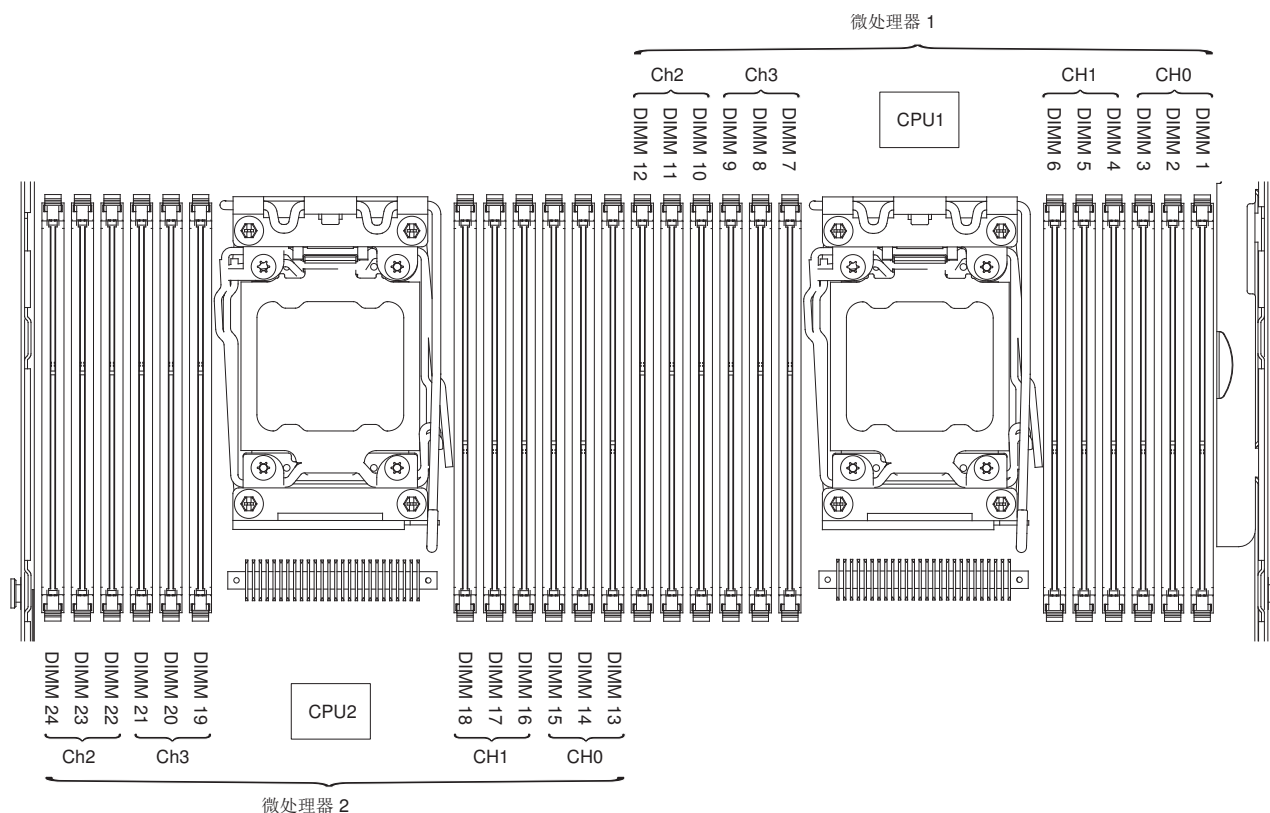

图 76. 主板上 DIMM 插槽的位置
- SAN Volume Controller 2145-DH8 节点在 DIMM 插槽 1、4、9 和 12 中使用四个模块，（如果安装了第二个处理器，那么还将在插槽 13、16、21 和 24 中使用四个模块），如 第 91 页的图 76 所示。